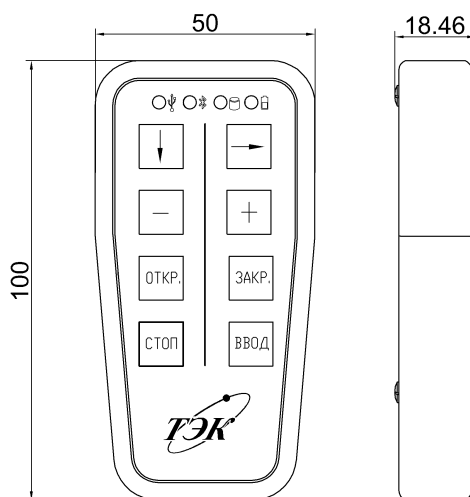

Рисунок 2 – Внешний вид и габаритные размеры
- 1) лицевой панели с клавиатурой (рисунок 2);